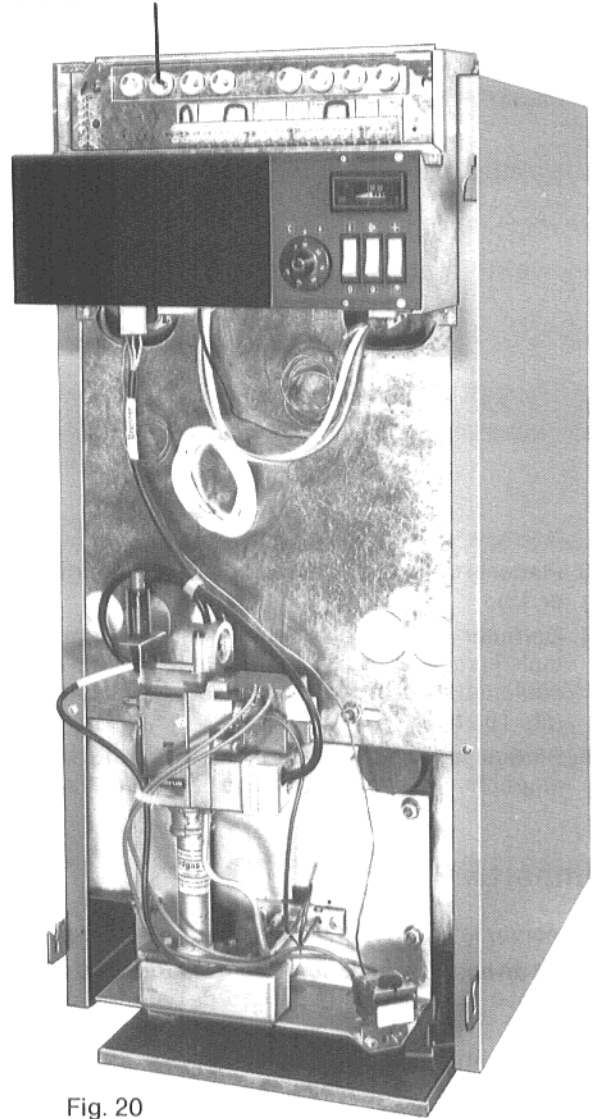

Fig. 20
7. **Pour les appareils de tailles: 04.30A-10 à 04.30A-47** (chaudières avec jaquette). La garniture en équerre avec les entrées de câbles est fixée d'usine sur chaque appareil (fig. 20).
8. Visser le tableau de commande (fig. 20 et 21). Les vis de fixation, placées dans un sachet, sont jointes au tableau.